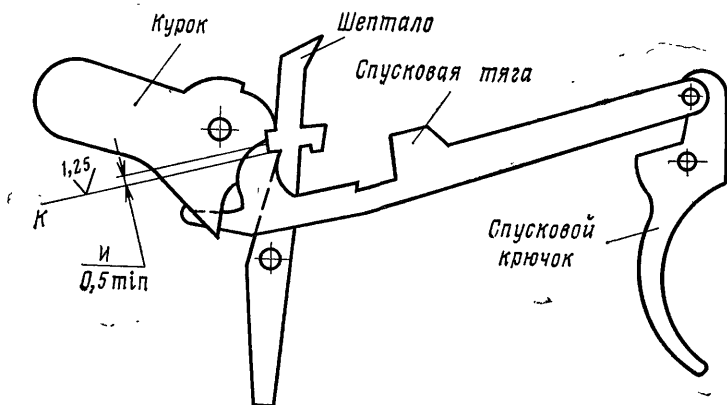

Рис. 51. Схема проверки перекрытия выступа шептала выступом спусковой тяги
14.13. Поставить курок на боевой взвод, плавно нажимая на спусковой крючок, подвести зуб спусковой тяги к зубу шептала и проверить их взаимное перекрытие (размер H на рис. 51), которое должно быть не менее 0,5 мм.